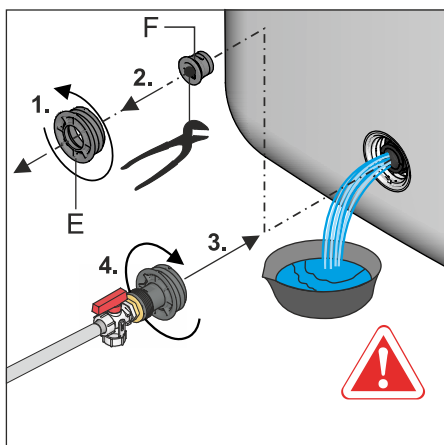

Bild 9-4 KFE-Befüllanschluss in Füll- und Entleeranschluss einschrauben
- 3 Am Füll- und Entleeranschluss das Gewindestück (Bild 9-4, Pos. E) herausdrehen, sowie den Verschlußstopfen (Bild 9-4, Pos. F) entfernen **und sofort** den vormontierten Gewindeeinsatz mit **KFE-Befüllanschluss** in den Füll- und Entleeranschluss (Bild 9-4) wieder **einschrauben**.